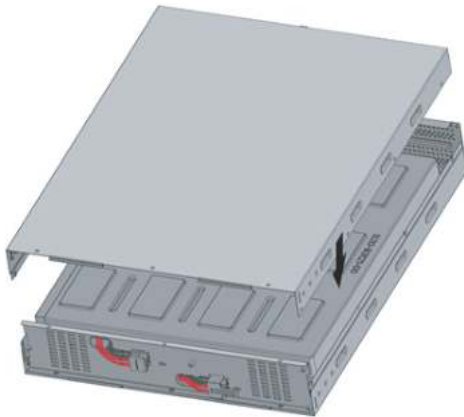

Рис. 2-12
7. Установите верхнюю крышку, как показано на рис. 2-12.